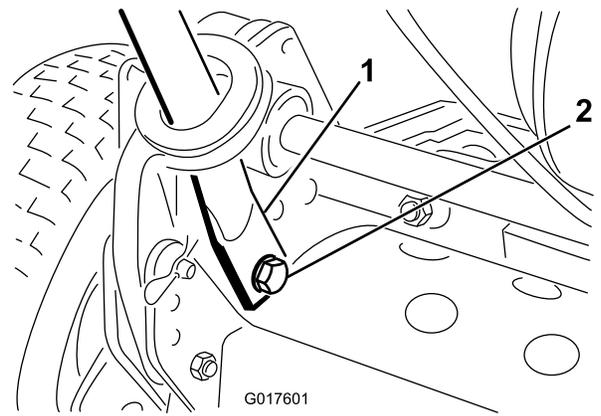

Рисунок 3
4. Сведите концы ручки и наденьте их на монтажные пальцы (Рисунок 3).
5. Прикрепите концы рукоятки к монтажным пальцам с помощью болтов, шайб и стопорных шайб, снятых ранее (Рисунок 3).
6. Прикрепите рычаги ручки к задней части рамы ранее снятыми шплинтами и пальцами фиксации кольца (Рисунок 3).